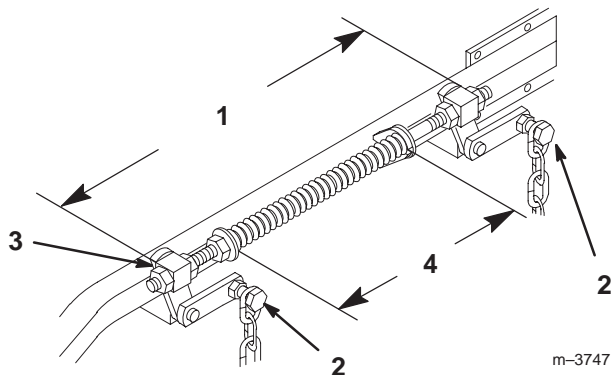

Figure 65
4. Relevez le plateau de coupe en position de transport et détendez les deux grands ressorts de levage du plateau en desserrant l'écrou situé devant chaque ressort (Fig. 65).
6. Desserrez les quatre (4) boulons de chaîne supérieurs dans les fentes. Vérifiez la longueur des ensembles tige/pivot. Il doit exister un écart de 496 mm (19-17/32") entre l'extérieur du pivot arrière et l'extérieur du pivot avant (Fig. 65). Vérifiez que les quatre pivots bougent librement dans les trous.
2. Les ressorts sont comprimés pour obtenir un écart de 260-mm (10-1/4 pouce) entre les deux grandes rondelles (Fig. 65).
3. Tournez l'écrou devant chaque ressort pour obtenir le réglage voulu (Fig. 65). Tournez l'écrou dans le sens horaire pour raccourcir le ressort et dans le sens anti-horaire pour l'allonger.